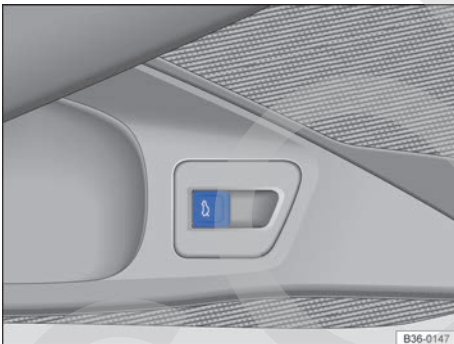

Fig. 47 En la puerta del conductor: tecla de desbloqueo del portón del maletero.
- **O BIEN:** tire hacia arriba de la tecla  → fig. 47 situada en la puerta del conductor. La tecla también funciona con el encendido desconectado.
Tire hacia arriba de la tecla  → fig. 47 situada en la puerta del conductor hasta que el portón se cierre por completo.
Tire hacia arriba de la tecla  → fig. 47 dispuesta en la puerta del conductor.